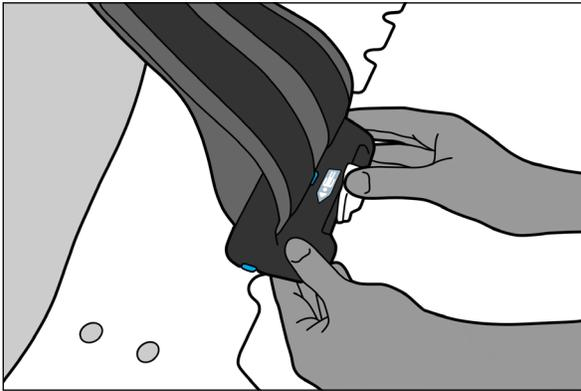

Fig. 8
5. Gire la palanca en sentido horario para bloquear la pinza en el dispositivo (Fig. 8).